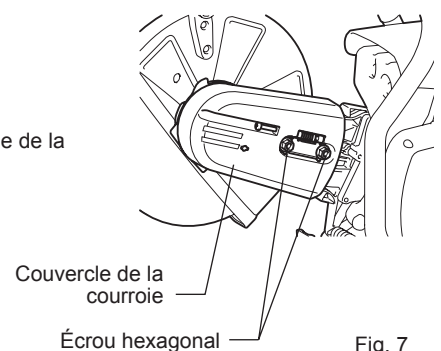

Fig. 7
- Remontez le couvercle de la courroie. (Fig. 7) Réglez la tension de la courroie en tournant la vis de réglage de la tension. Enfin, resserrez fermement l'écrou de serrage.